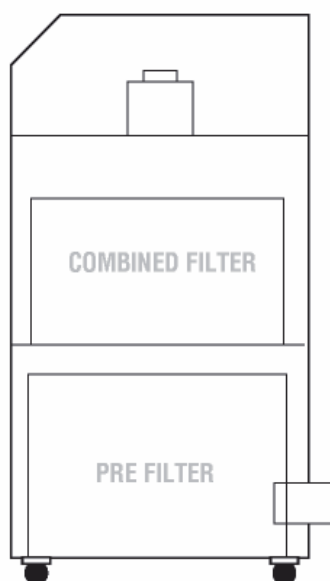

図 11
3. プレフィルタは、下段に取り付けられます。(図 11 を参照)。フィルターの前面にある取手を使ってフィルターを装置から引き出します。
3. コンバインドフィルターは、上段に取り付けられます。(図 11 を参照)。